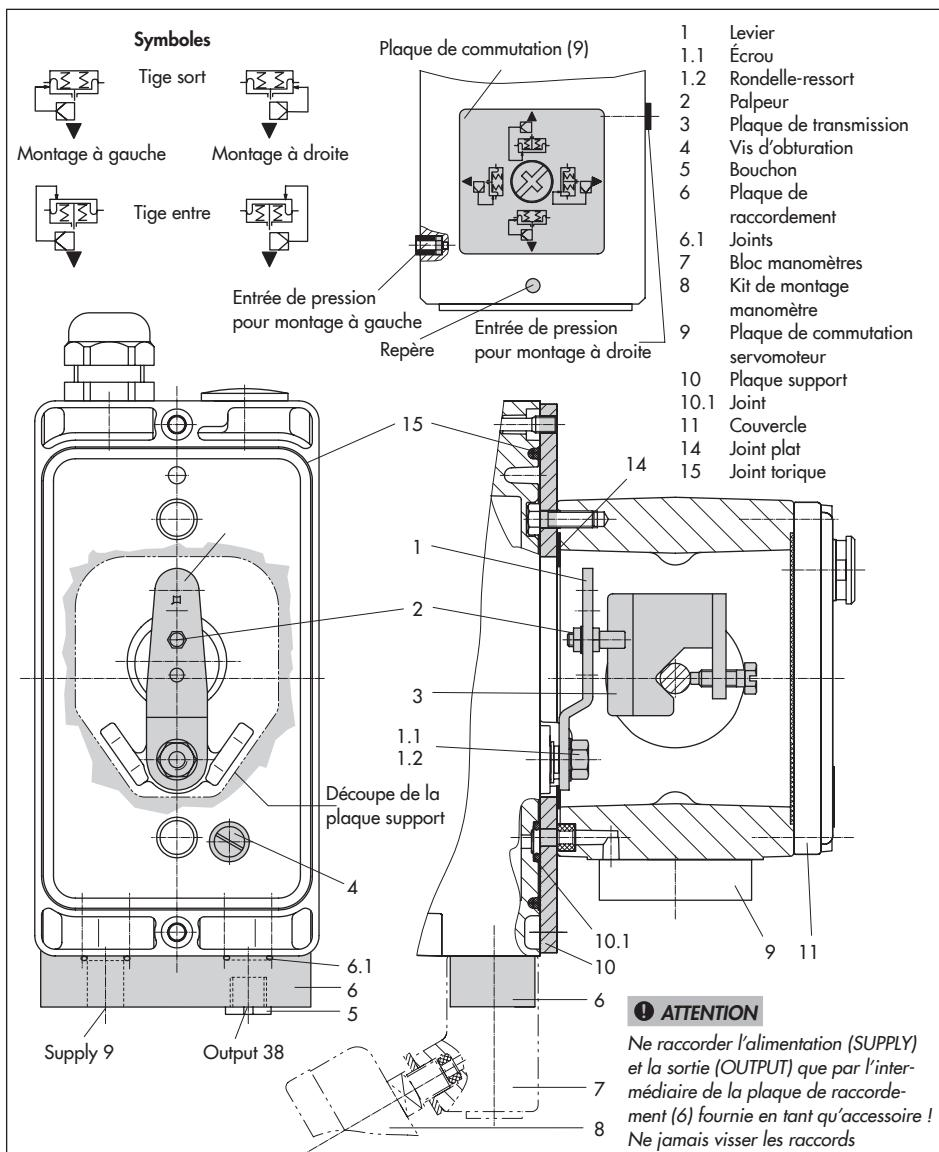

Fig. 6 : Montage direct – Raccord de pression de commande pour servomoteur type 3277-5 de 120 cm²
Servomoteur de 120 cm² (cf. Fig. 6)
1. Monter la plaque de raccordement (6) ou le bloc manomètres (7) sur le positionneur. S'assurer que les deux joints (6.1) sont positionnés correctement.
2. Retirer la vis d'obturation (4) à l'arrière du positionneur et obturer la sortie « Output 38 » de la plaque de raccordement (6) ou du bloc manomètres (7) avec le bouchon (5) disponible en tant qu'accessoire.
3. Placer la plaque de transmission (3) sur la tige de servomoteur en vérifiant que la vis de fixation est positionnée correctement dans la rainure de la tige de servomoteur.
4. Fixer la plaque support (10) sur le servomoteur de sorte que la partie étroite de la découpe (Fig. 6, à gauche) soit orientée vers les raccordements pneumatiques du positionneur et que le joint plat (14) collé se trouve du côté de l'arcade.
5. **Course de 15 mm :** Le palpeur (2) reste en position 35 sur le levier M (1) placé à l'arrière du positionneur (réglage d'usine). **Course de 7,5 mm :** Retirer le palpeur (2) de la position 35 et le placer dans le perçage en position 25, puis visser.
6. Mettre en place le joint torique (15) dans la rainure du corps du positionneur, puis insérer le joint (10.1) à l'arrière du corps.
7. Mettre en place le positionneur sur la plaque support (10) de sorte que le palpeur (2) se trouve au-dessus de la plaque de transmission (3). Déplacer le levier (1) en le maintenant à l'aide du bouton ou capuchon accessible après ouverture du couvercle du positionneur. L'effort des ressorts doit plaquer le levier (1) contre la plaque de transmission. Fixer le positionneur sur la plaque support (10) avec ses deux vis.